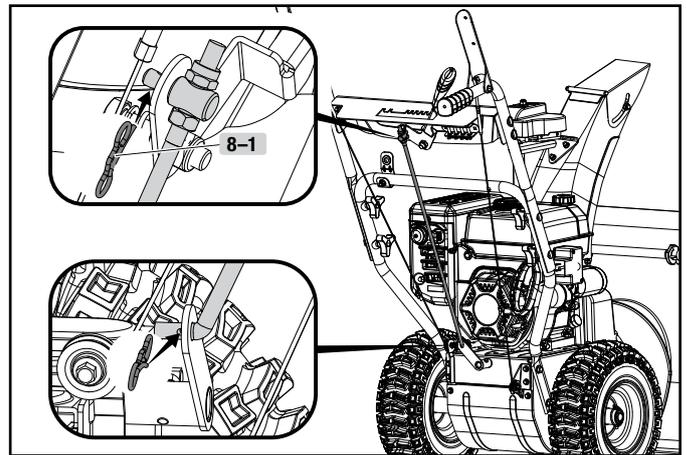

Figure 8
2. Reliez le levier de connexion et la poignée de réglage de la vitesse avec la goupille. (figure 8)